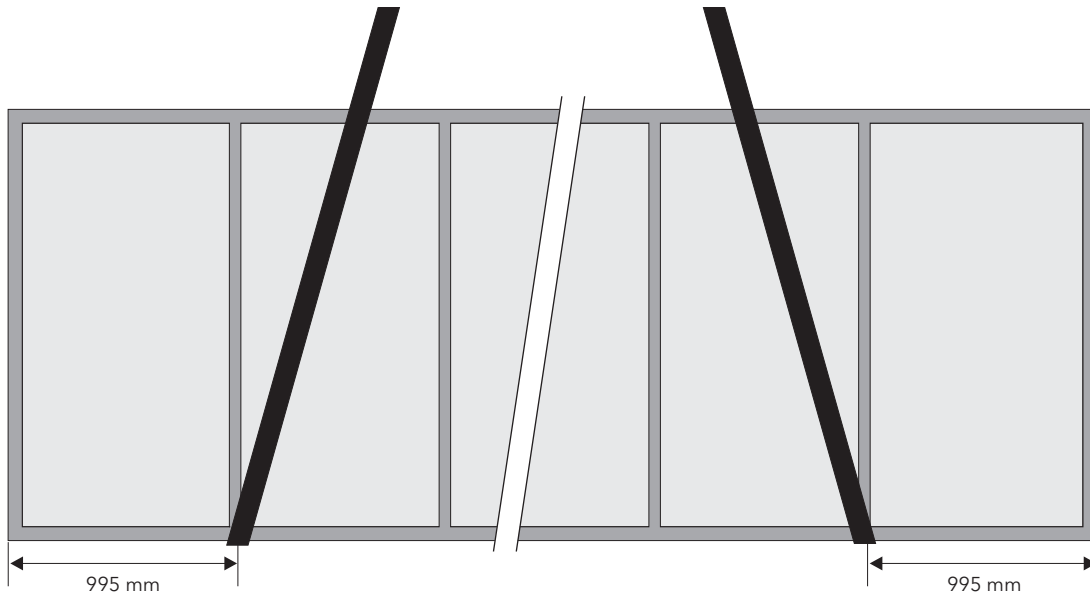

Bild 3 Kranmontage eines LBM-Kollektors mit Gurtbändern
- Anschließend die Bodenschienen entsprechend der angegebenen Abstände (Bild 3) auf den Stehfalzplatten auslegen. Die Falzblechhalter an der Bodenschiene ausrichten und mit der oberen Schraube an den Stehfalzen festklemmen. Für die unteren Schrauben 8 mm Löcher durch den Stehfalz bohren und die Falzblechhalter anschließend mit Schrauben M8 festschrauben.